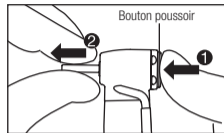

Fig. 4
Appuyez sur le bouton poussoir pour ouvrir le mandrin ( ❶ ) et retirez la fraise ( ❷ ) (Fig. 4).